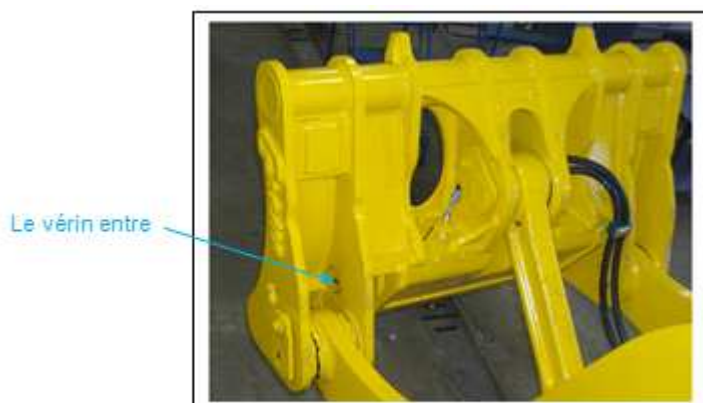

Fig. 15
- 6.4. Actionner le commutateur a " ON " et l'alarme sonne, le vérin entre, si ce n'est pas le cas, vous devez vérifier les connexions des fils électriques et des boyaux, peut-être ils sont inverses, voir Fig. 15.